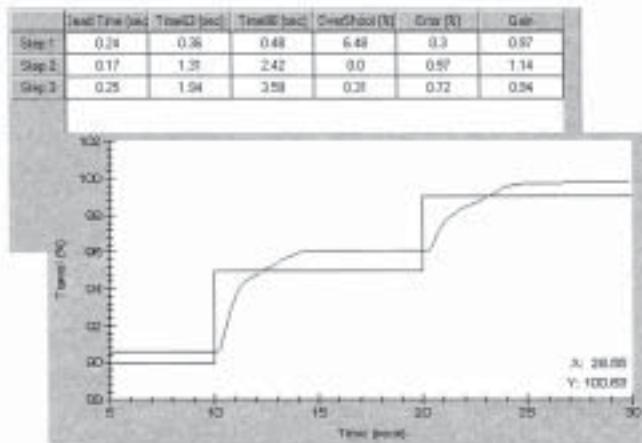

图2. 用于ESD阀门的部分阶跃响应测试和分析
2. 阶跃响应测试—如图 2 所示，利用 AMS ValveLink 进行这种测试，可获得每一步测试的过调、滞后、死区和运动时间分析。测试数据可以用来发现阀门的总运动时间。阶跃测试图形也可以与以前阀门为新阀时所做的测试图形进行交迭比较。